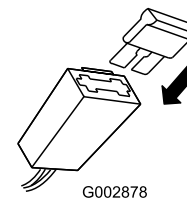

Figure 26
2. Placez le fusible dans le porte-fusible (Figure 26).